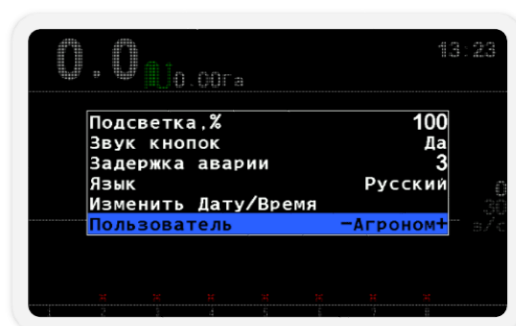

Рисунок 60
5. Кнопками  «Вверх» и  «Вниз» выбрать пункт меню «Пользователь» (см. Рисунок 60). Кнопками  «Плюс» и  «Минус» выбрать «Агроном» и нажать кнопку  «Меню». В появившемся окне ввести ПИН-код. В случае ввода правильного кода произойдет смена уровня доступа, о чем будет свидетельствовать сообщение на экране, и после этого будет показан главный экран.